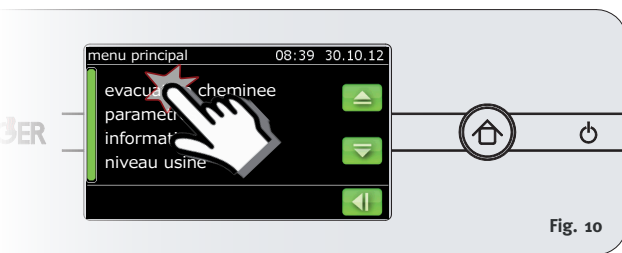

Fig. 10
1. Sélectionnez **Purge cheminée** dans le menu principal ( Fig. 10)